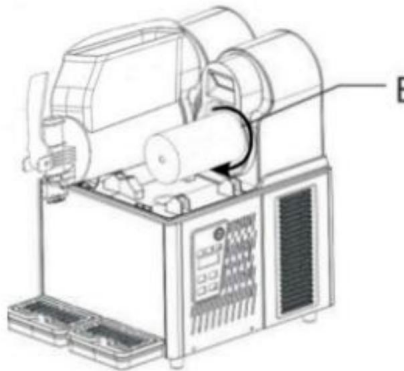

Abb.14
Dichtung (B) einbauen, die gesamte Oberfläche mit Fett einfetten (siehe Pfeil Markierungen siehe Abb.14)